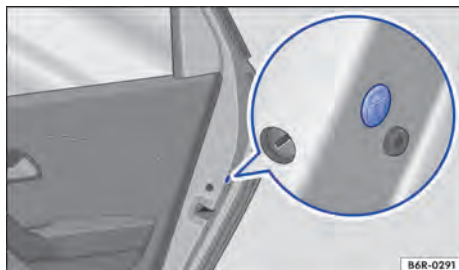

Fig. 60 Na porta traseira: travamento de emergência, coberto por uma vedação de borracha.
- Remover a vedação de borracha 🕒 na lateral da porta → Fig. 60.